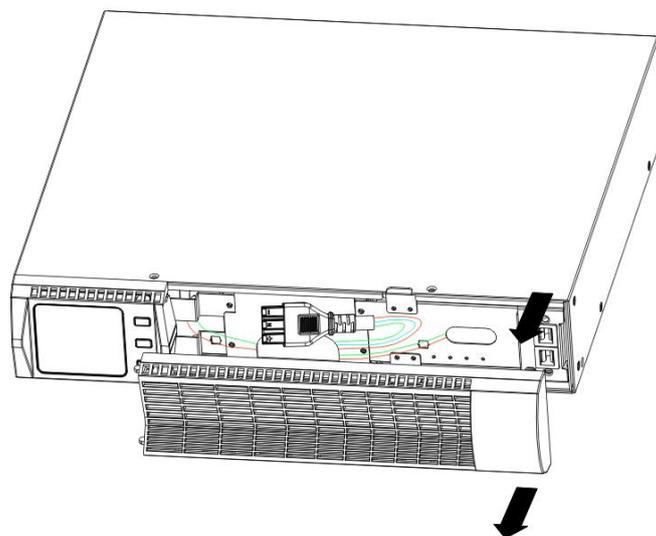

Figura 6 Rimozione del pannello frontale dell'EBP
- Rimuovere il pannello frontale di ogni singolo cabinet (Figura 6).